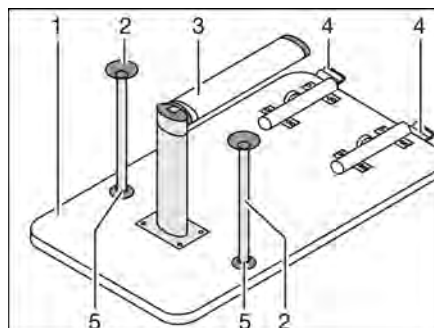

Bild 94 Bettunterbau
- Die Tischplatte (Bild 94,1) vorn ca. 45° anheben.
- Den unteren Teil des Gelenkstützfußes (Bild 94,3) um 90° umklappen. Dazu je nach Modell den unteren Teil des Gelenkstützfußes nach unten ziehen oder den Entriegelungsknopf drücken.
- An der Verriegelung (Bild 94,4) den Entriegelungsknopf drücken.
- Je nach Modell die beiden zusätzlichen Stützfüße (Bild 94,2) in die Aufnahmen (Bild 94,5) an der Unterseite der Tischplatte stecken.